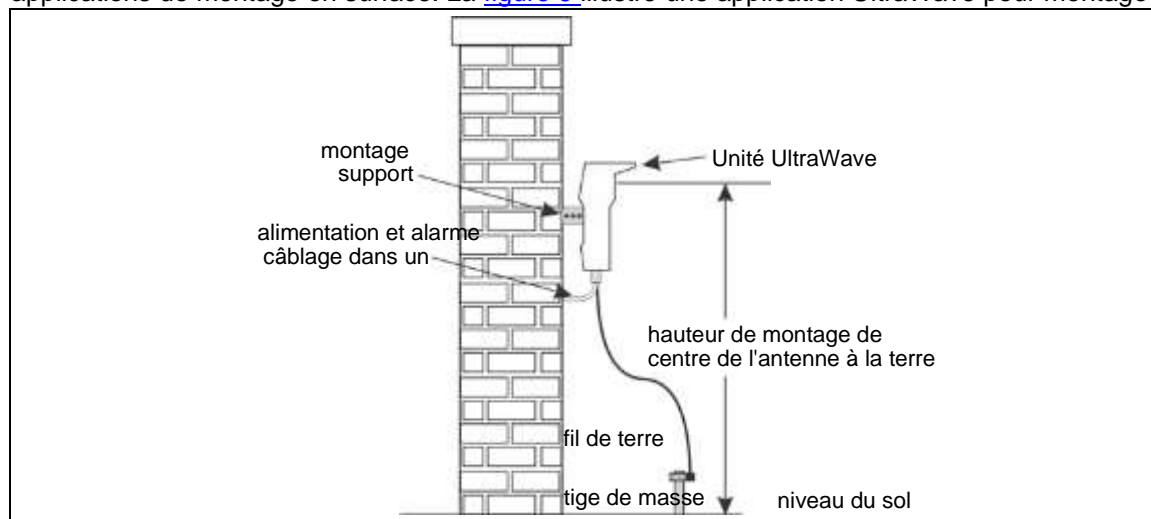

Figure 9 Exemple de montage en surface
Le support de montage sur poteau peut également être utilisé pour monter une unité UltraWave sur une surface fixe et stable. Le matériel nécessaire pour fixer le support à la surface n'est pas inclus. Si vous envisagez une application de montage en surface, l'alignement émetteur-récepteur doit être soigneusement planifié, car le support de montage ne peut pas être facilement ajusté dans le plan horizontal pour les applications de montage en surface. La figure 9 illustre une application UltraWave pour montage en surface.
3. Maintenir l'appareil UltraWave contre la surface de montage et mesurer la hauteur de montage de l'appareil entre le centre de l'antenne et la surface du sol (voir Figure 9). Marquez la surface de montage au niveau des centres des deux trous du collier de poteau.